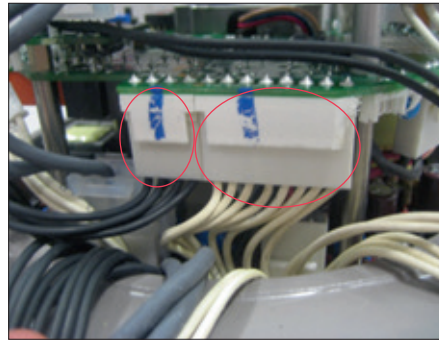

Abb. 33
- Schließen Sie das 8-polige Verbindungskabel sowie das schwarze 4-polige Verbindungskabel wieder an (Abbildung 33).